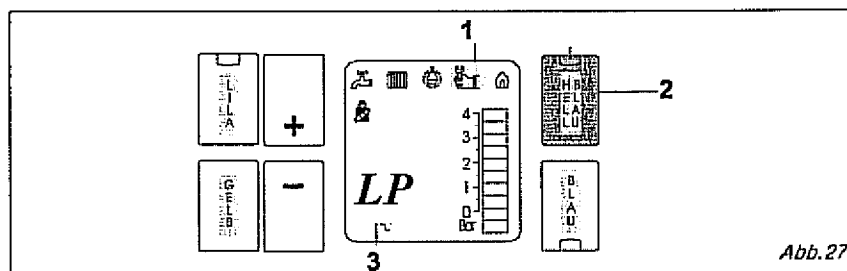

Abb. 27
Beim Aufleuchten einer der Kontrollleuchten der Störanzeige (1), siehe Abb. 27 nebenan, abgebildete Taste (2) drücken, um den Fehlercode (3) auf der Anzeige zu prüfen.